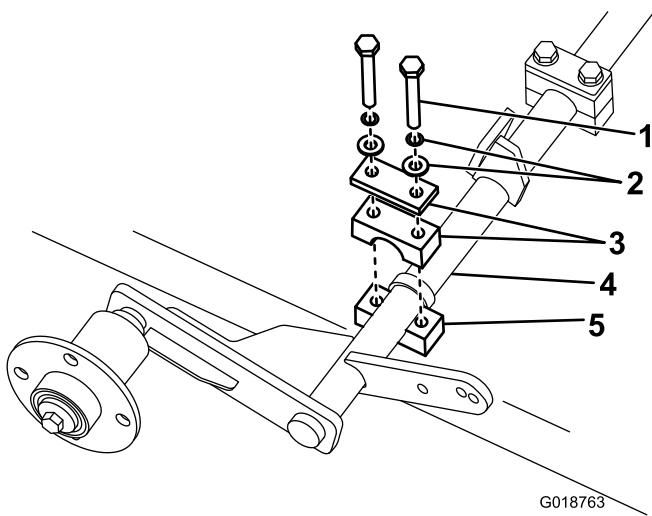

図 2
- 先ほど外したクランプ（上半分）を取り付けて、ボルトで固定する。昇降補助ガスシリンダの取り付けが終わるまで、ボルトの本締めはしないでください図 2）。